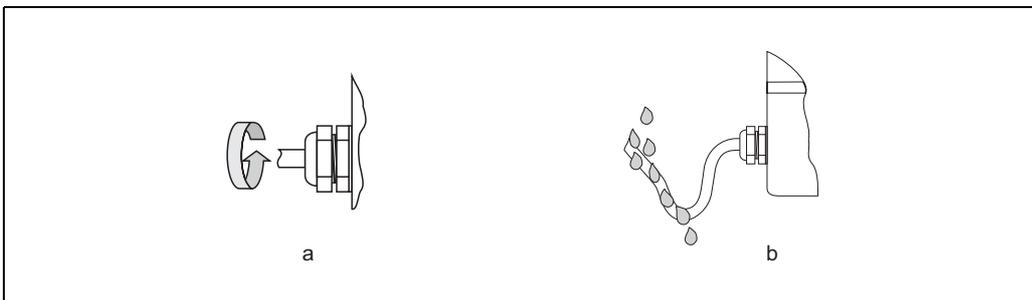

Fig. 26: Istruzioni d'installazione, ingresso dei cavi
- Gli ingressi cavo devono essere saldamente serrati (a → Fig. 26).
- I cavi devono avere un'ansa verso il basso prima dell'ingresso cavo ("trappola per l'acqua") (b → Fig. 26) in modo da evitare che l'umidità penetri nel passacavo.